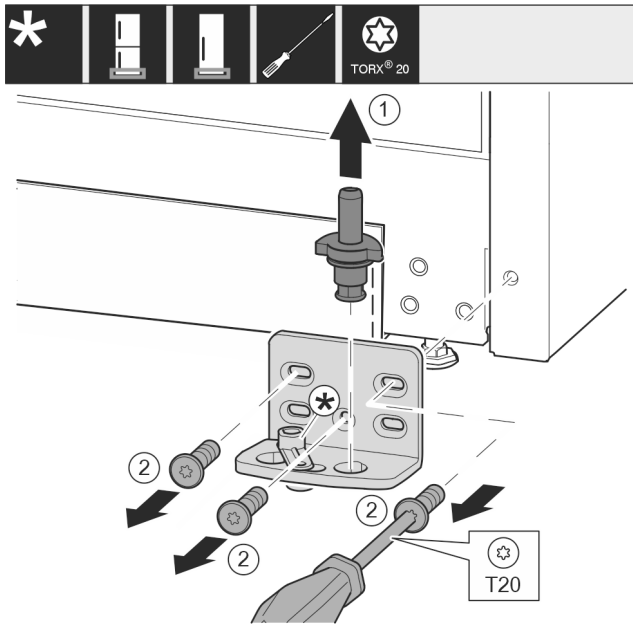

Fig. 14
- ▶ Trekk lagerbolten komplett opp og av. Fig. 14 (1)
- ▶ Skru ut skruene med skrutrekker T20, og ta av lagerbukken. Fig. 14 (2)